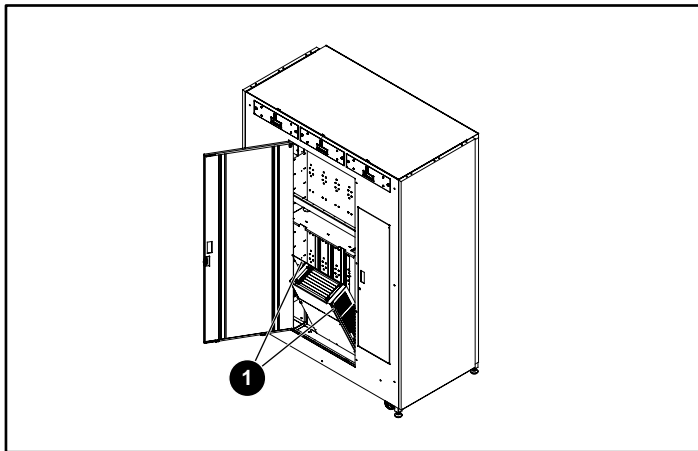

図9: 電子ベイを外側に傾ける
3. 電子ベイ フレームの上にある2本の固定ネジを緩め、電子ベイをキャビネットの外側に傾けます（図9を参照）。